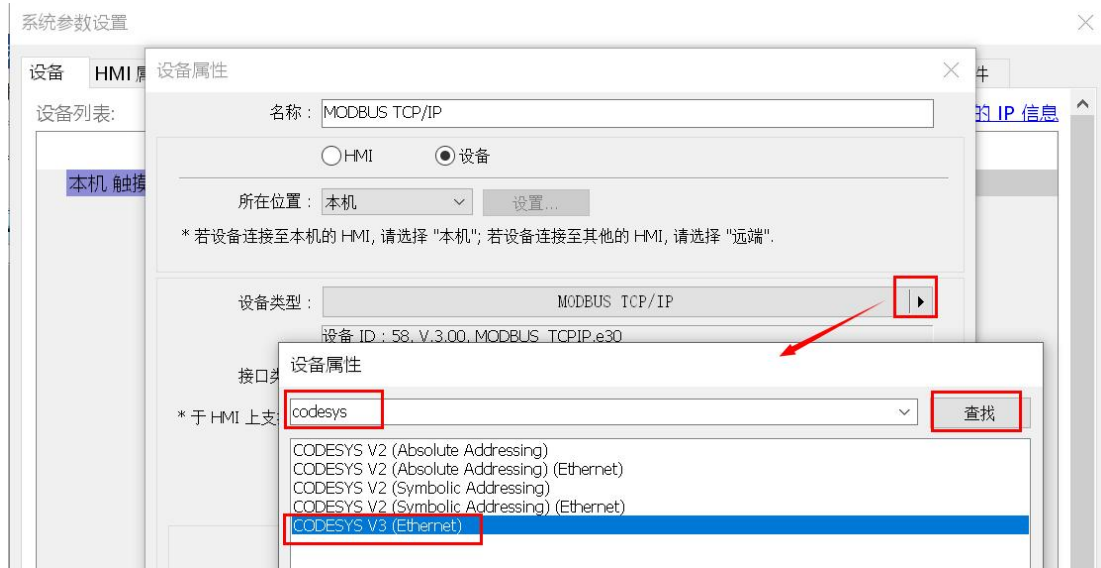

图 13.47 选择通讯设备
- 7) 点击“新增设备及服务器”后，配置触摸屏通信配置，如图 13.47、13.48 所示，输入 codesys，点击查找，选择 CODESYS V3(ethernet)。